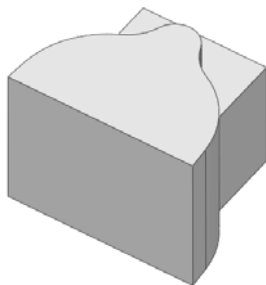

图 6-88 拉伸实体结果
(5) 拉伸实体。选择菜单栏中的“插入”→“凸台/基体”→“拉伸”命令, 或者单击“特征”工具栏中的 (拉伸凸台/基体) 按钮, 此时系统弹出“凸台-拉伸”属性管理器。输入拉伸距离“250”, 单击属性管理器中的 (确定) 按钮, 结果如图 6-88 所示。